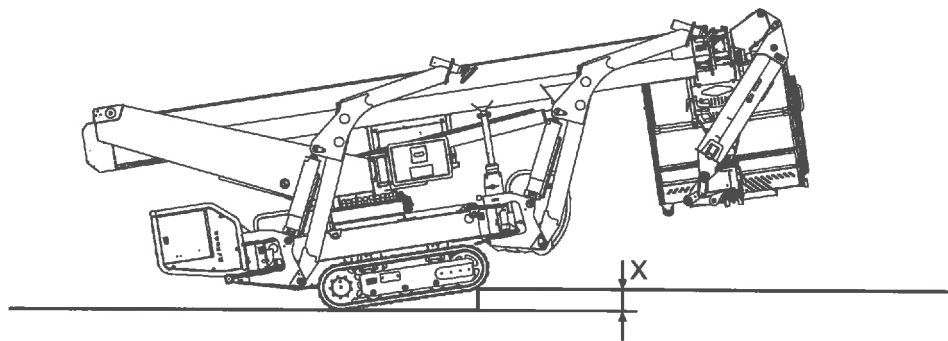

Abb. 102
3. Sicherstellen, dass die zu befahrende Kantenhöhe (Abb.102/X) 100 mm nicht überschreitet.
- Maximale Schrägstellung der Maschine beachten (Abb.102).